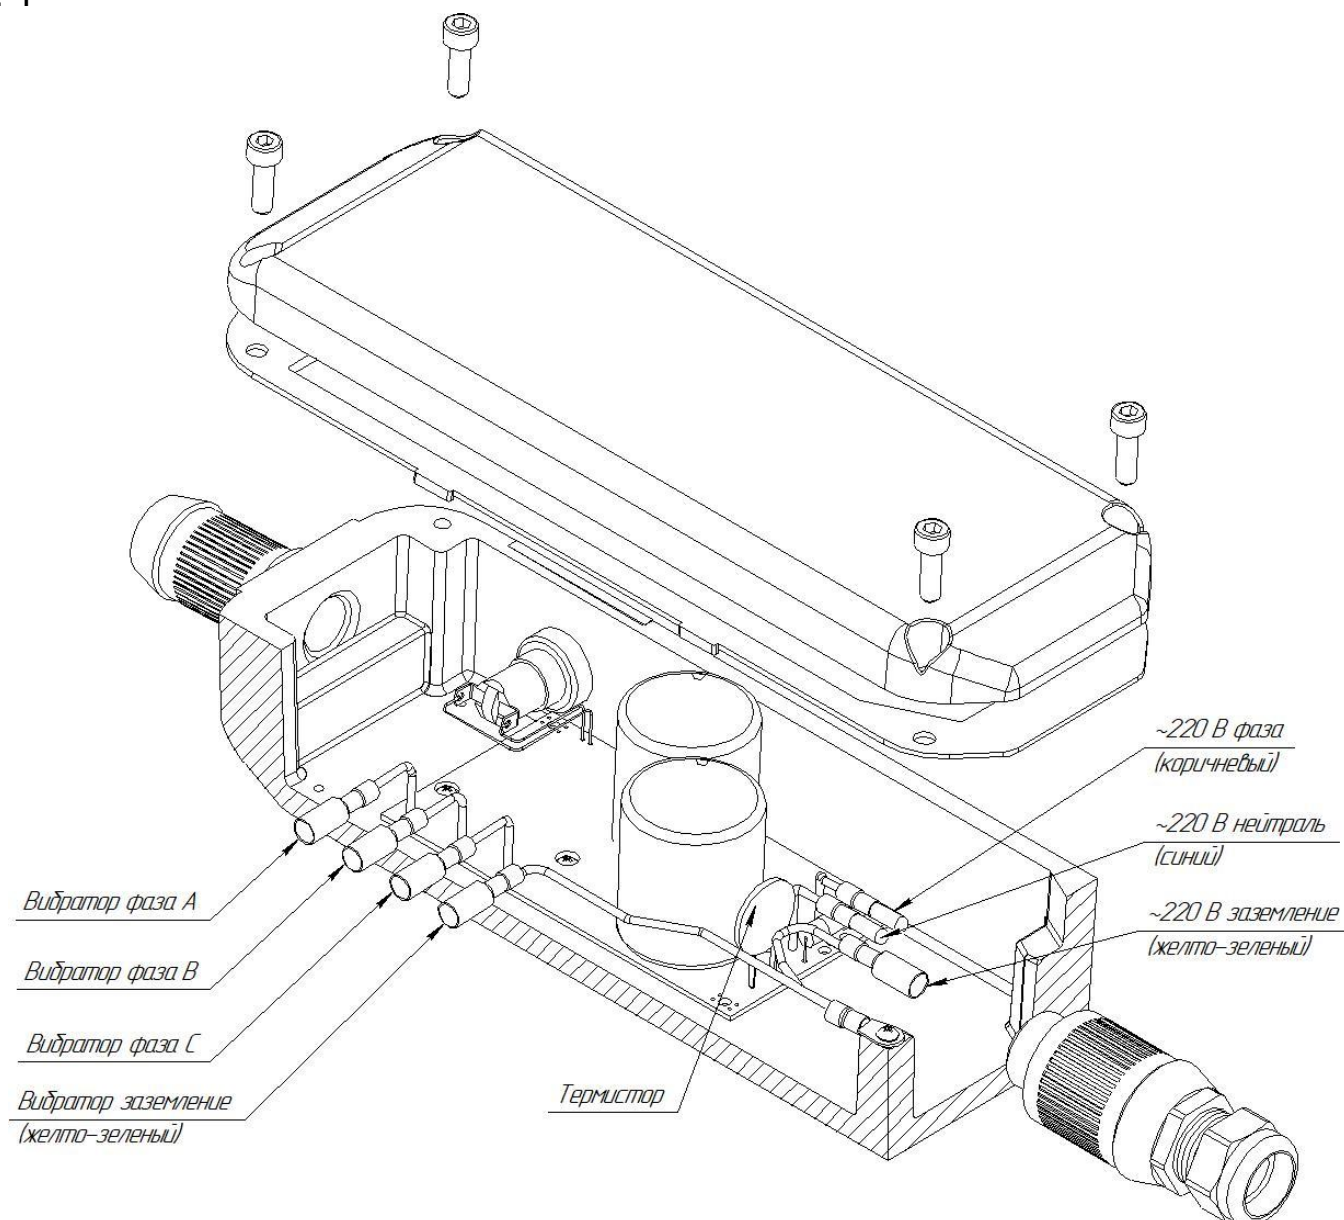

Рисунок 1.
- 1) Подключить внешние провода к преобразователю в соответствии с рис. 1